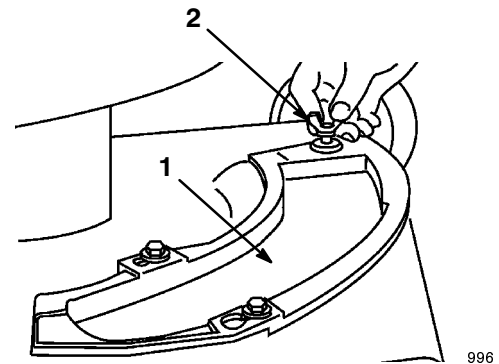

Figure 34
3. Retirer la vis papillon qui fixe la plaque d'obturation au carter de tondeuse (Fig. 34).
- Retirer la vis papillon qui fixe la plaque de paillage au carter de tondeuse (Fig. 34).